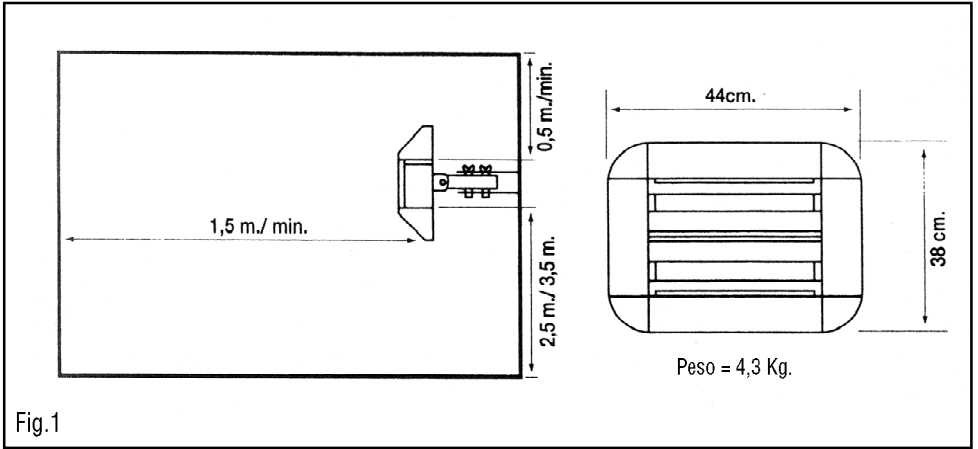

Fig.1
- Respetar las distancias mínimas con respecto al techo, suelo, así como a la pared situada delante del calefactor. (Fig.1).